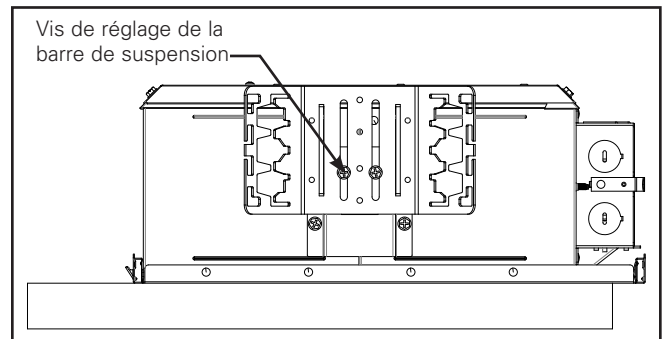

Figure 2
2. Le support de la barre de suspension doit être ajusté au besoin (vis, consultez la Figure 2).